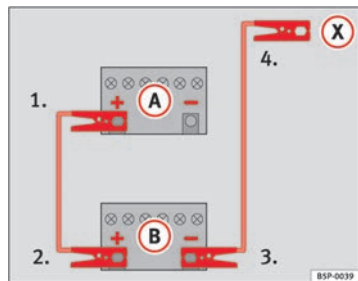

Abb. 198 Schema für das Anklemmen der Starthilfekabel
In ⇒ Abb. 198 ist (A) die entladene Batterie und (B) die stromgebende Batterie.
1. Klemmen Sie ein Ende des roten Starthilfekabels an den Pluspol ⇒ Abb. 198 (+) des Fahrzeugs mit der entladenen Batterie ⇒ ⚠.
4. Klemmen Sie das andere Ende des schwarzen Starthilfekabels (X) beim Fahrzeug mit der entladenen Batterie an ein massives, fest mit dem Motorblock verschraubtes Metallteil oder an den Motorblock selbst an, jedoch nicht in der Nähe der Batterie ⇒ ⚠.